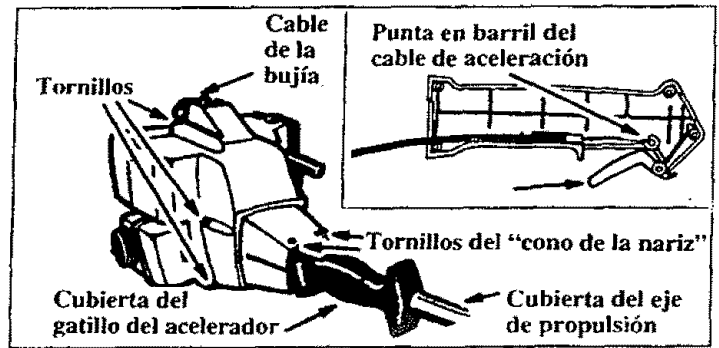

Figura 22
1. Desconecte el cable de la bujía. Figura 22.
3. Saque el extremo del tambor del cable del acelerador del gatillo. Figura 22 (recuadro).
25. Instale el extremo del tambor del cable del acelerador en el gatillo. Figura 22 (recuadro). Rearme la armadura del gatillo del acelerador en el tubo. Ajuste seguramente los tornillos.